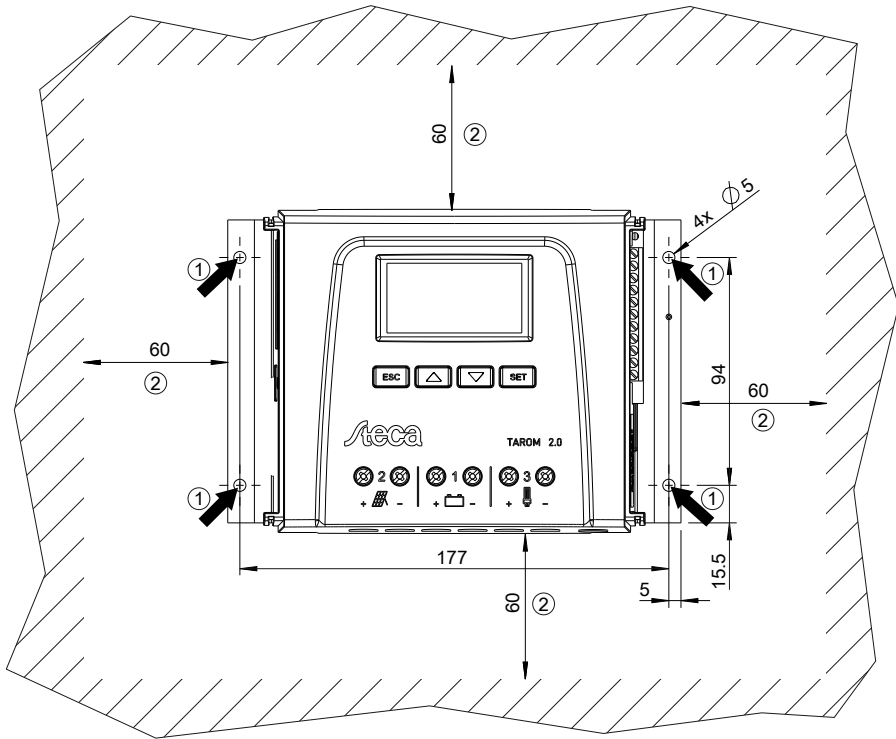

Abb. 4: Befestigungsöffnungen ① und Freiräume ②
- Um den Regler ist allseitig ein Freiraum von mindestens 60 mm vorhanden. Der Freiraum bezieht sich auf den Regler *ohne* Abdeckungen; siehe ② in Abb. 4.
- Nicht durch die Befestigungsöffnungen ① (Abb. 4) bohren.
3.  Regler waagrecht an die Montagefläche anlegen und Montagebohrungen durch die Befestigungsöffnungen ① anzeichnen.